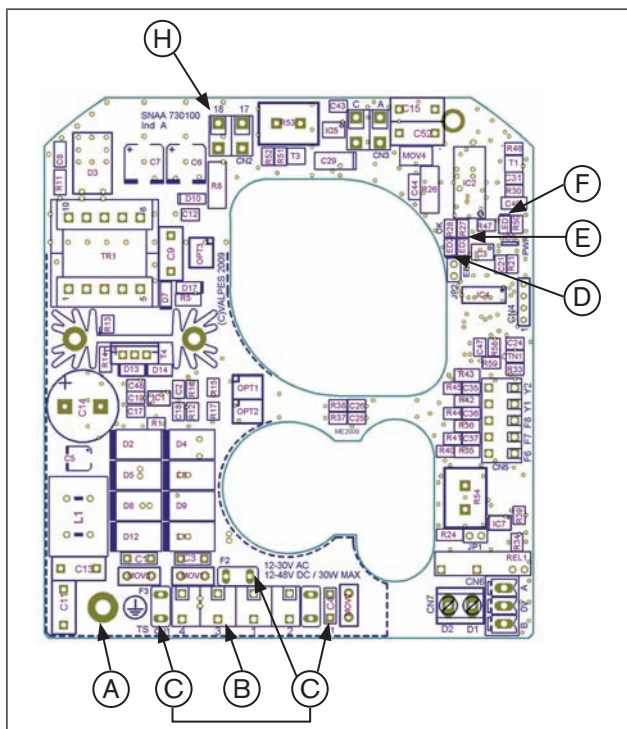
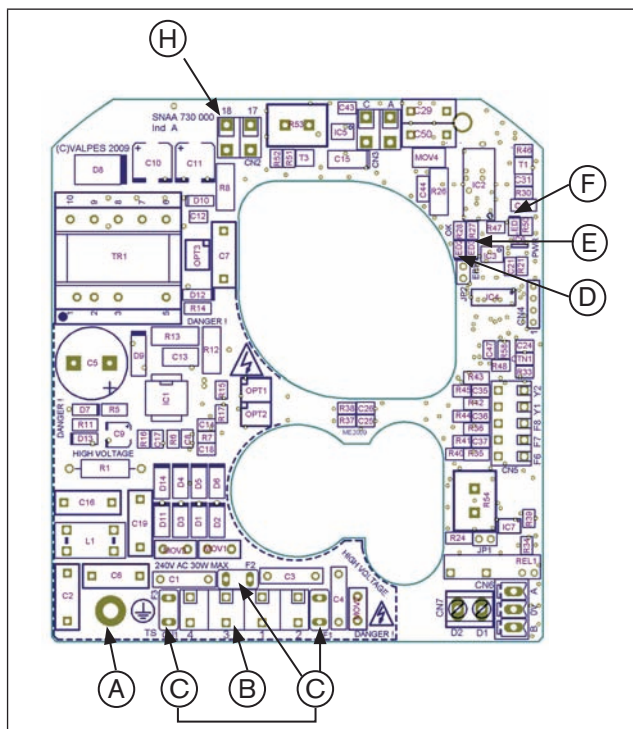
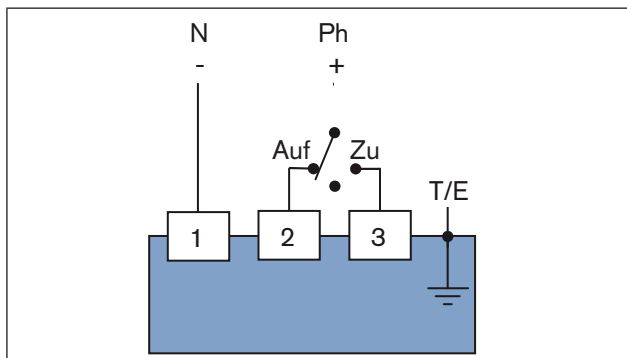
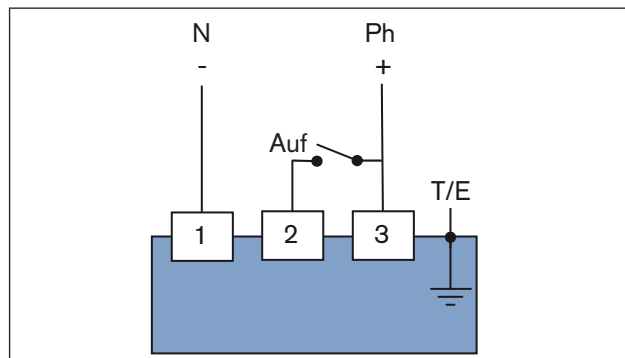

Bild 14: Stromversorgungsplatine 15-30 V 50/60 Hz (12-48 V DC)
Bild 15: Stromversorgungsplatine 100-240 V 50/60 Hz (100-350 V DC)
Bild 16: Drei Punkt Modus
Bild 17: Auf / Zu - Modus / Notstromvariante
→ Hierzu die Erdungsschraube lösen und Öse des Erdungskabels mit der Erdungsschraube befestigen (siehe „Bild 14“ und „Bild 15“).
- Kabel entsprechend der gewünschten Steuerungsart (siehe „Bild 16“ und „Bild 17“) an der Klemmleiste Pos. B der Spannungsversorgungskarte anschließen (siehe Bild 14 und Bild 15).
Funktionsweise beim Auf / Zu - Modus (siehe „Bild 17“):